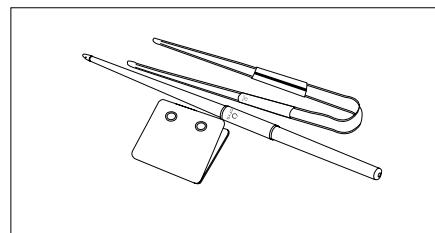

Fig. 4 - OFYR Buffadoo set
- i** U kunt rookvorming bij het aansteken van het vuur of bij het toevoegen van nieuw brandhout grotendeels voorkomen door gebruik te maken van de OFYR® Buffadoo blaaspip (zie Fig. 4), waardoor het nieuwe hout vrijwel onmiddellijk vuur vat.